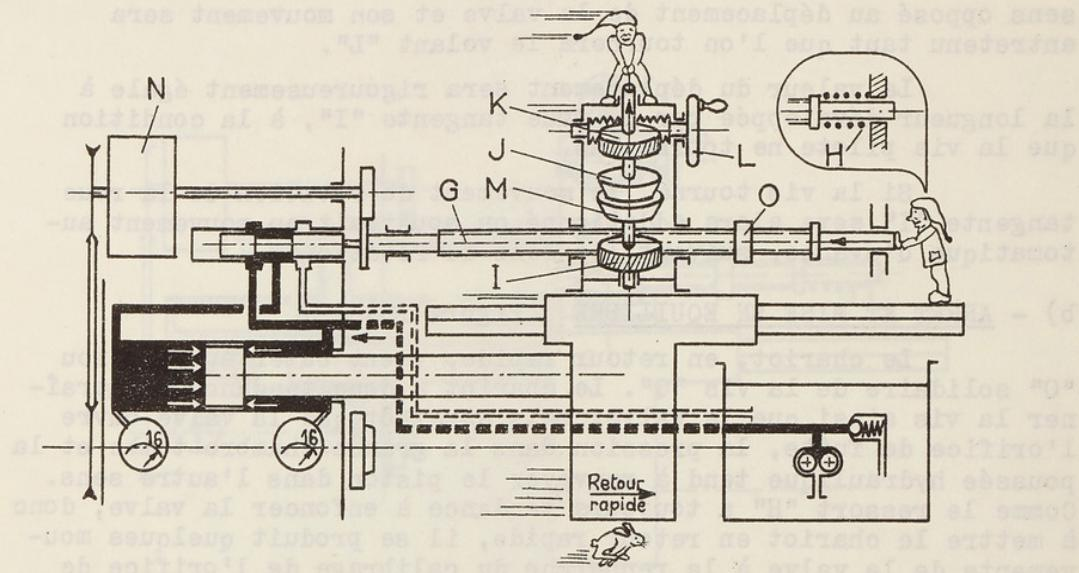

Fig. 13
La figure 13 représente schématiquement une commande d'avance hydraulique pilotée mécaniquement.
2°) DISPOSITIF MECANIQUE DE PILOTAGE (Figure 13)
a) DEPLACEMENTS RAPIDES (Figures 13 et 14)
COMMANDE A MAIN (Figure 13)